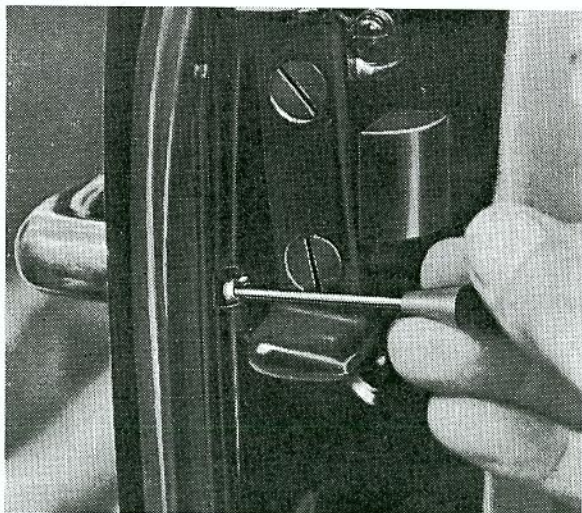

Bild 19. Demontering av yttre dörrhandtag.
3. Tag bort saxpinnen för yttre dörrhandtaget med hjälp av en smal dorn. Saxpinnen är själv-låsande, varför ändarna inte är vikta, se bild 19. Lyft bort dörrhandtaget.